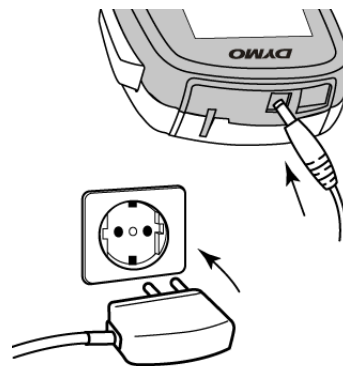

Ilustración 3
- 2 Enchufe el otro extremo del adaptador de carga a una toma de corriente. Vea la Ilustración 3.